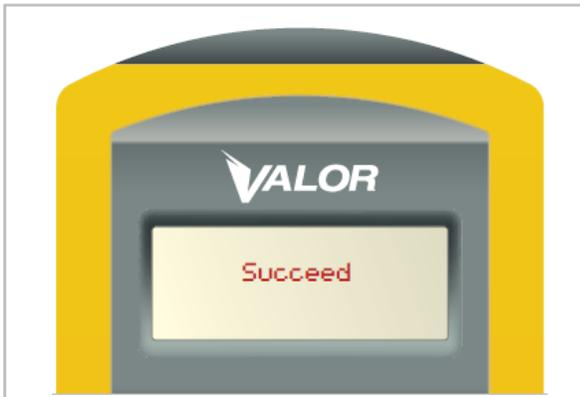

Figura 15
2. Si había información previa almacenada en la memoria del CANBUS de Valor, el SmarTool borrará la información y al terminar indicará en la pantalla la palabra “Succeed.” (Figura 15)